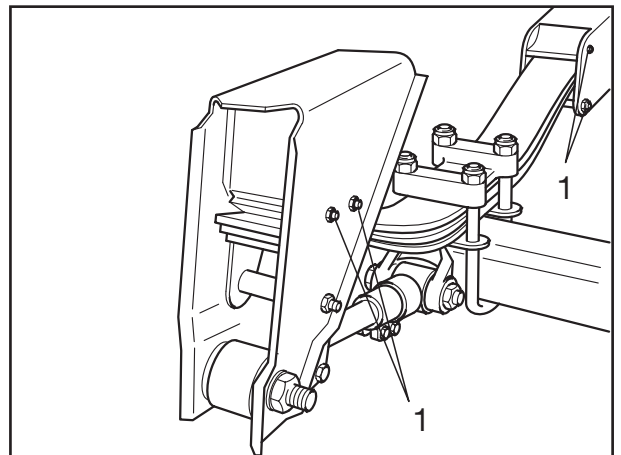

Рис. 20
- [34] Затянуть стопорные гайки (рис. 20/1) предписанным моментом затяжки.